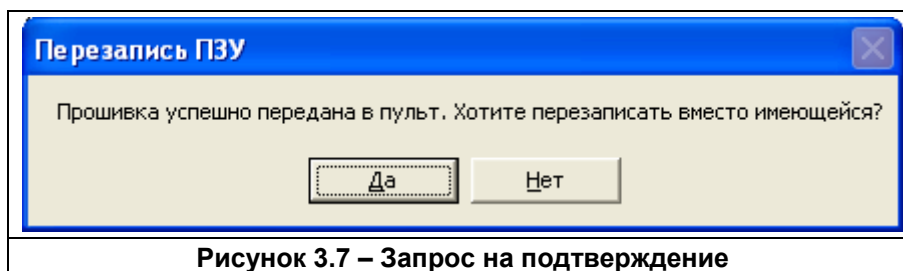

Рисунок 3.7 – Запрос на подтверждение
- 3.5 По окончании процесса передачи данных появится сообщение (см. рисунок 3.7):